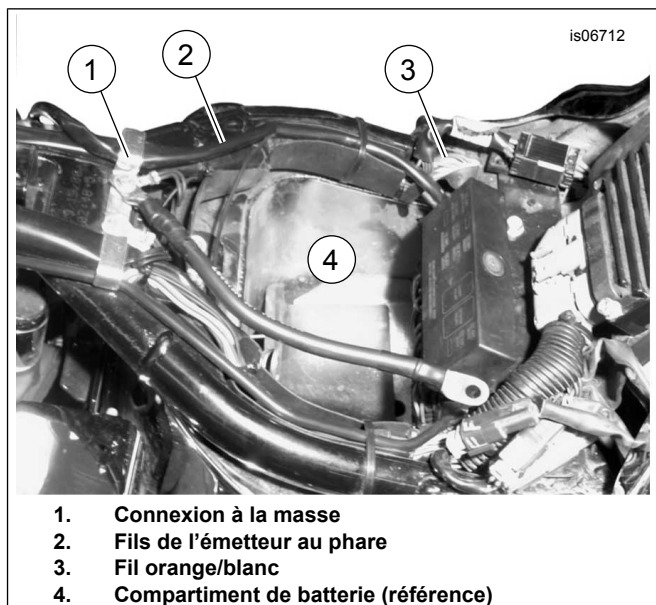

Figure 5. Connexions d'alimentation et de masse, modèles Softail de 2000 et plus récents (FLSTC illustré)
4. Voir Figure 5. Acheminer les fils de l'émetteur (2) vers le haut en direction du compartiment de batterie (4) et le long du côté droit du cadre. Passer à la section **Connexion du faisceau**.